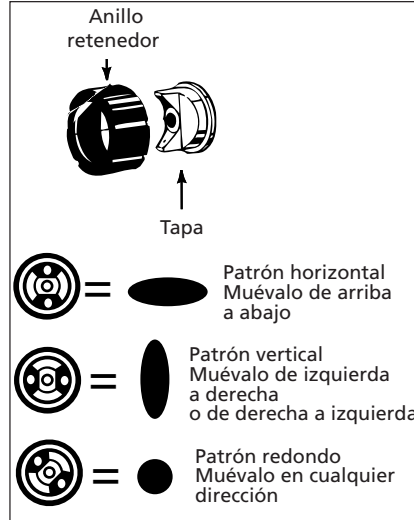

Figura 12 - Para ajustar el "tipo" de patrón
4. Para ajustar el "tipo" de patrón de pintar, gire la tapa a la posición deseada. (Vea la Figura 12).